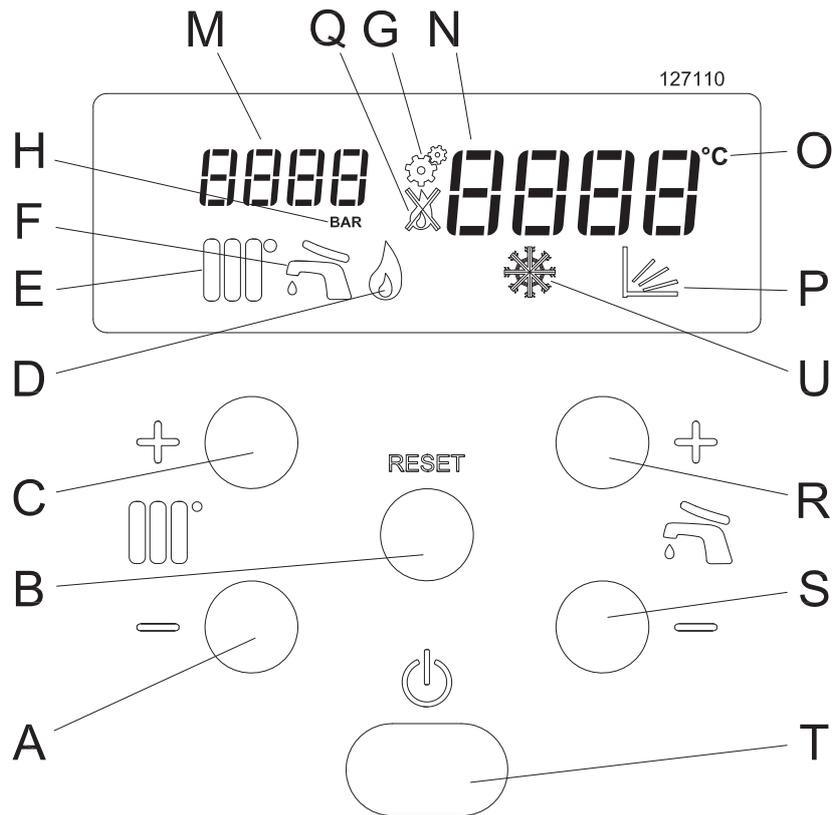

Figura 51
4. - Aparece en la pantalla el icono ("E" Figura 51);
6. - Aparece en la pantalla el icono ("F" Figura 51);
1. - Si la presión dentro del circuito del calefacción baja más allá de 0,8 bar, el indicador "N" (Figura 51), muestra FILL para indicar que hay que restablecer la presión correcta;
4. - Compruebe la presión en el indicador "M" (Figura 51), que debe alcanzar el valor de 1,3 bar - 1,5 bar (la indicación FILL desaparece al superarse 1,1 bar);
2. - Presione el botón "T" (Figura 51);
4. - Aparece en la pantalla el icono  ("E" Figura 51);
7. - Aparece en la pantalla el icono  ("F" Figura 51);
El ajuste de la temperatura del agua caliente sanitaria se realiza pulsando las teclas  y . Tras presionar una de las dos teclas, el indicador "N" (Figura 51) empieza a parpadear y mostrar la temperatura que se está ajustando. El campo de ajuste, dentro del que se puede regular la temperatura del sanitario, va de 40°C a 60°C. Si se mantiene pulsada la tecla  incluso por debajo de 40°C, aparecerá **OFF** para indicar el apagado del servicio sanitario, confirmado asimismo por el apagado del icono  "F" (Figura 51).